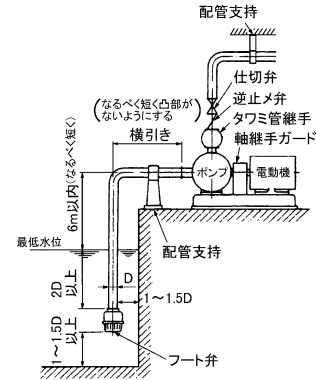

図 1
- 5) 吸込管口径及び吸込異径管のサイズは表1のとおりにしてください。吸込異径管は図1のように空気だまりができないよう取り付けてください。なお、吸込異径管は特別附属品として用意しておりますのでご用意ください。
- (6) 流し込み、押し込みの場合